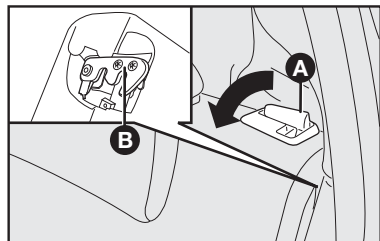

fig. 11
Regulación del respaldo del asiento trasero - fig. 11
- desbloquee el respaldo del asiento trasero a través de las palancas laterales **A-fig. 11**, en la dirección de la flecha;
- coloque el respaldo en uno de los encajes de la traba **B-fig. 11** actuando en las palancas laterales y empuje el respaldo, cerciorándose de que esté totalmente bloqueado.